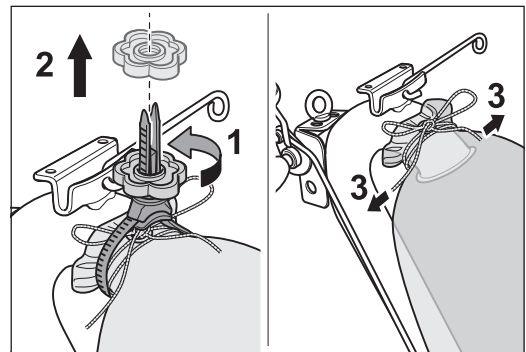

Abb. 44 Den MultiClip lösen (1 und 2) und die Schleife am Staubsack öffnen (3).
- 4 Lösen Sie den MultiClip-Staubsaackverschluss durch das Aufdrehen der Mutter (Abb. 44, 1 und 2) und nehmen Sie den MultiClip ab. Öffnen Sie die Schleife der Kordel am Staubsack (Abb. 44, 3).